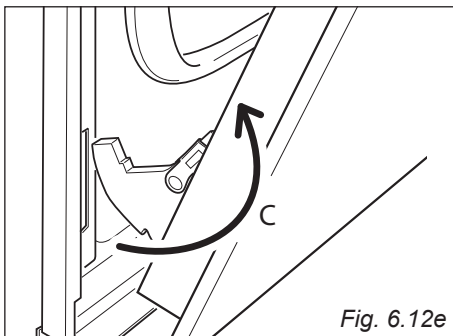

Fig. 6.12e
- Estrarre i ganci delle cerniere (destra e sinistra) dal loro alloggiamento (freccia "C" - fig. 6.12e).